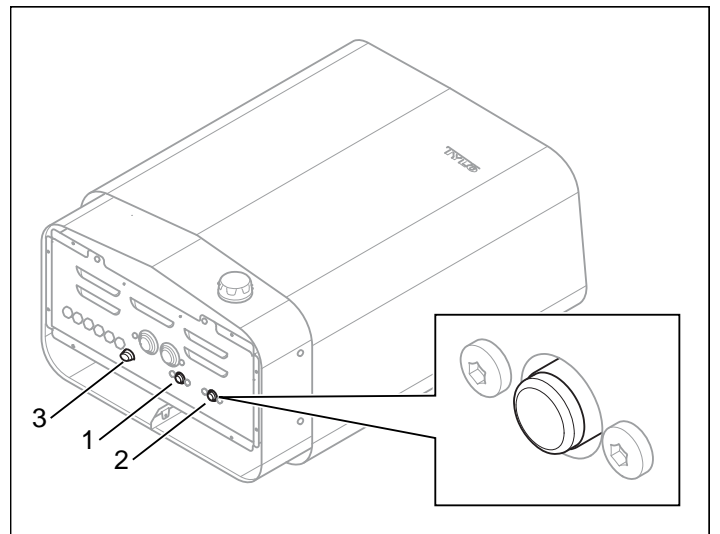

Fig 9: Återställning av temperaturskyddet samt placering av glassäkring
- **Vattentank** - Temperaturskyddet i vattentanken är till för att skydda rörelementet vid torrkokning. På aggregatets undersida finns en röd återställningsknapp som skall tryckas in (se Fig 9). Om skyddet har löst ut så känns knappen stum och ett "klick" hörs vid återställning. Har inte skyddet löst ut samt efter återställning så fjädrar knappen.
- **Aggregat** - Temperaturskyddet i aggregatet är till för att skydda komponenter, rörelement samt trävirke i bastun från överhettning. På aggregatets undersida finns en röd återställningsknapp som skall tryckas in (se Fig 9). Om skyddet har löst ut så känns knappen stum och ett "klick" hörs vid återställning. Har inte skyddet löst ut samt efter återställning så fjädrar knappen.